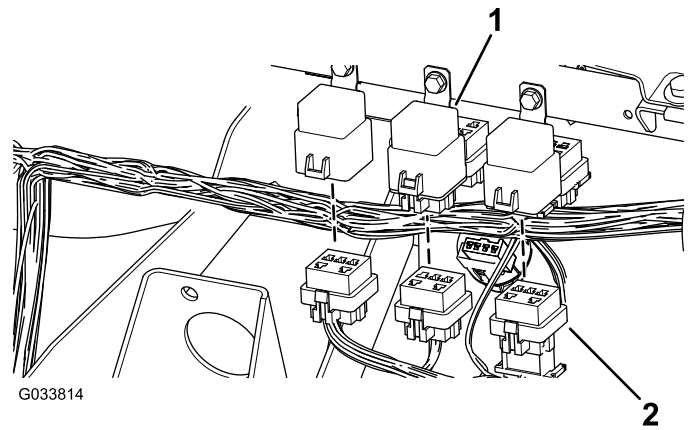

Figure 8
2. Branchez les connecteurs du faisceau de câblage aux 3 relais (Figure 8).